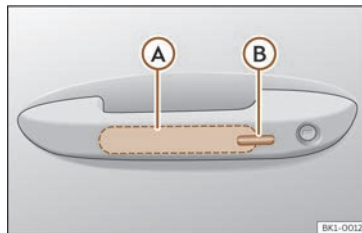

Fig. 73 Poignée de la porte : surfaces de détection.
- Touchez la surface de détection située sur la partie intérieure de la poignée de porte >>> **fig. 73** Ⓐ. Tous les clignotants clignotent deux fois.
- Touchez la surface de détection >>> **fig. 73** Ⓑ située sur le côté extérieur de la poignée de la porte. Tous les clignotants clignotent en même temps.
- Dans les 5 secondes qui suivent, touchez une fois le capteur sur la face extérieure de la poignée de porte >>> **fig. 73** . Ce faisant, ne saisissez pas la poignée. Le système Keyless Access est temporairement désactivé.